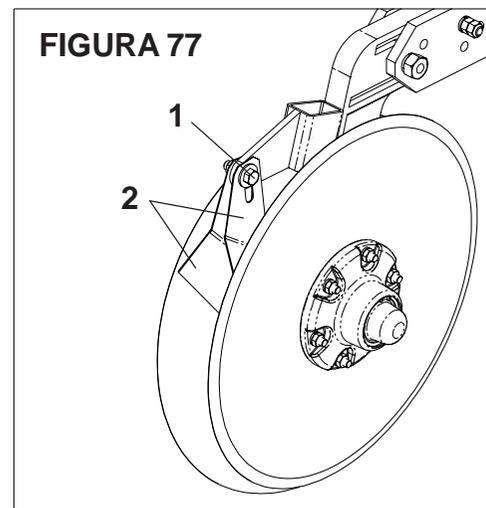

FIGURA 77
**REGULAGEM DOS LIMPADORES DO DISCO DUPLO (FIGURA 77)
- Solte o parafuso (1), regule os limpadores (2) na posição ideal e reaperte o parafuso, conforme mostra a figura 77.